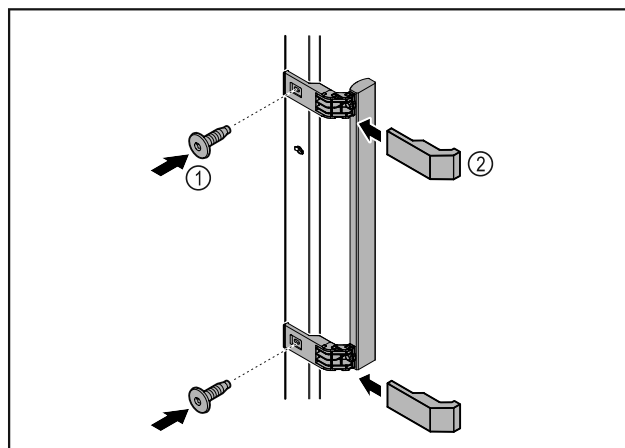

Fig. 6
- Szerelje fel az ajtóra a kilincset a csomagban található csavarok Fig. 6 (1) segítségével.
- Helyezze fel a fedelet Fig. 6 (2).